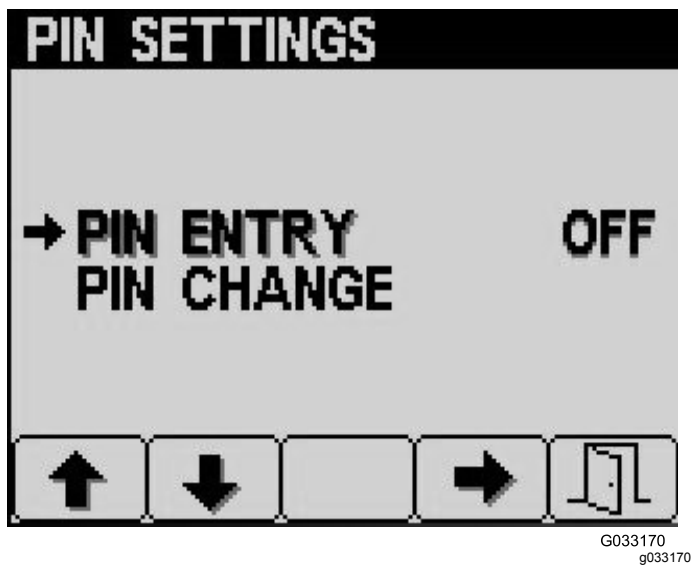

Bild 22
5. Drücken Sie auf dem Bildschirm „PIN-Einstellungen“ Taste 4, um „PIN-Eingabe“ auszuwählen (Bild 22).
5. Drücken Sie Taste 2, bis Sie auf dem Bildschirm „PIN-Einstellungen“ den Eintrag „PIN ändern“ erreichen und drücken Sie Taste 4, um „PIN ändern“ auszuwählen (Bild 22).